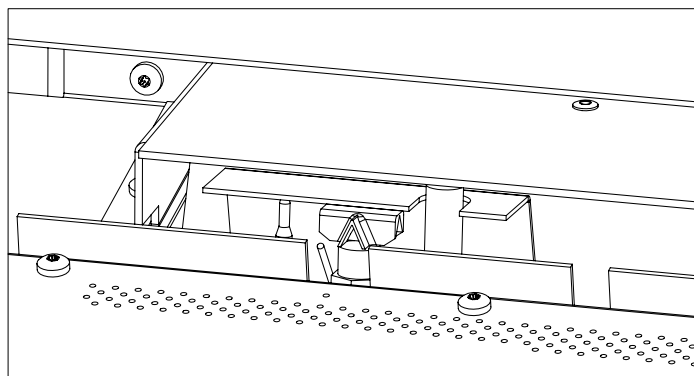

Figure 27: Orientation du pilote
4. Convertissez l'orifice de veilleuse existant avec celui fourni dans ce kit (voir Figure 25) à l'aide d'une clé de 7/16 de pouce. Dévissez complètement et retirez la tête de veilleuse et remplacez l'insert d'orifice. Resserrez la veilleuse, si la tête n'atteint pas la bonne orientation dans la position ajustée, contactez votre revendeur Enviro (voir Figure 27).